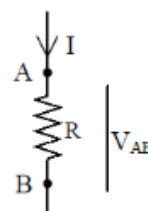

Figura 1
onde I é a intensidade da corrente elétrica que os atravessa quando, aos seus terminais, está aplicada a diferença de potencial V_{AB} (figura 1), e R é o valor da resistência. No Sistema Internacional estas grandezas elétricas têm as unidades e símbolos representativos: V – volt (V); I – ampere (A); R – ohm (Ω).